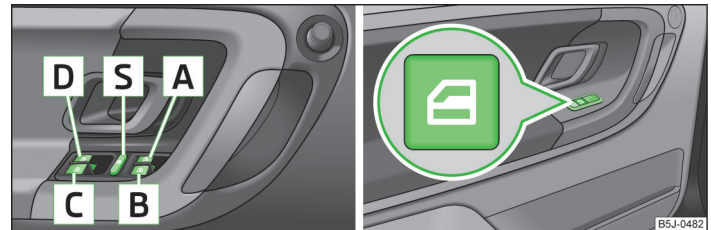

Abb. 20 Tasten in der Fahrertür / in den hinteren Türen
- Werden auf den Rücksitzen Kinder befördert, wird empfohlen, die elektrischen Fensterheber der hinteren Türen außer Funktion zu setzen (Sicherheitsschalter  » Abb. 20 auf Seite 40.
Tasten der Fensterheber » Abb. 20.
Durch Drücken des Sicherheitsschalters  » Abb. 20 können die Tasten der Fensterheber in den hinteren Türen außer Funktion gesetzt werden. Durch wiederholtes Drücken des Sicherheitsschalters  sind die Tasten der Fensterheber in den hinteren Türen wieder funktionsfähig.
- › Die Taste  in der Öffnungsstellung halten » Abb. 20 auf Seite 40.
- › Die Taste  in der Schließstellung halten » Abb. 20 auf Seite 40.